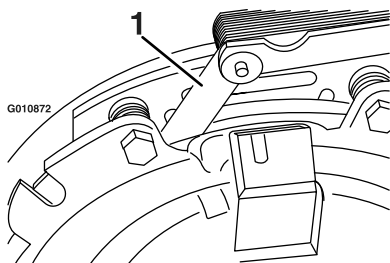
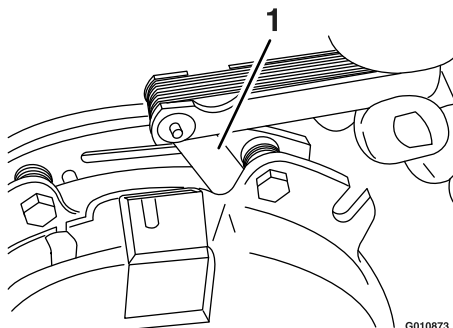

Figura 68
Figura 69
- E. Usando una galga de 0.25 mm (0.01"), compruebe la presencia de un espacio entre el rotor y la cara de la armadura en ambos lados del polo del freno, según se indica en Figura 68 y Figura 69.